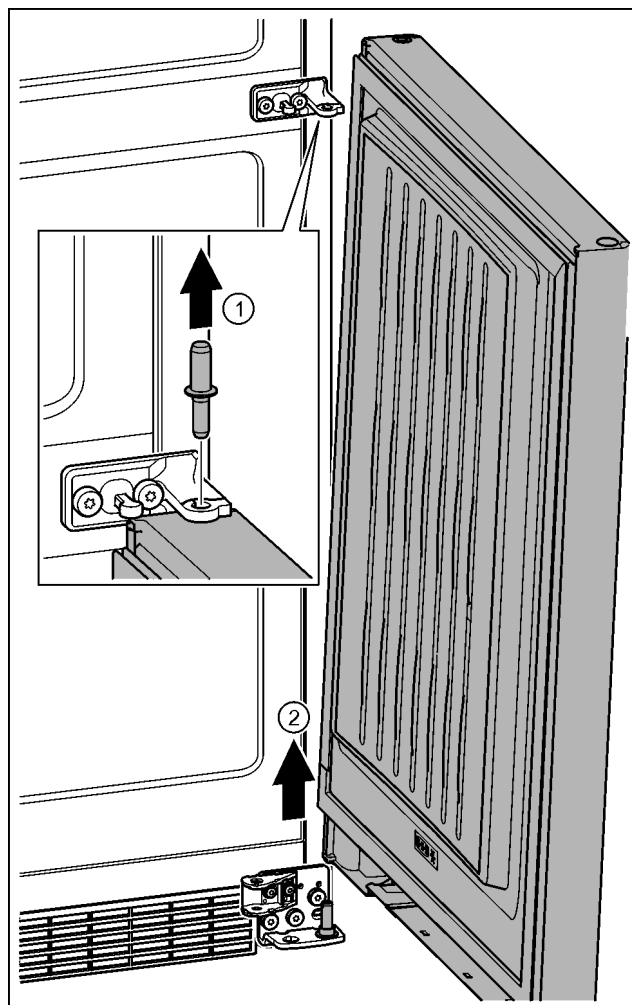

Fig. 22
- Extraiga el perno hacia arriba. Fig. 22 (1)
- Gire la puerta hacia fuera, tire hacia arriba y colóquela a un lado. Fig. 22 (2)